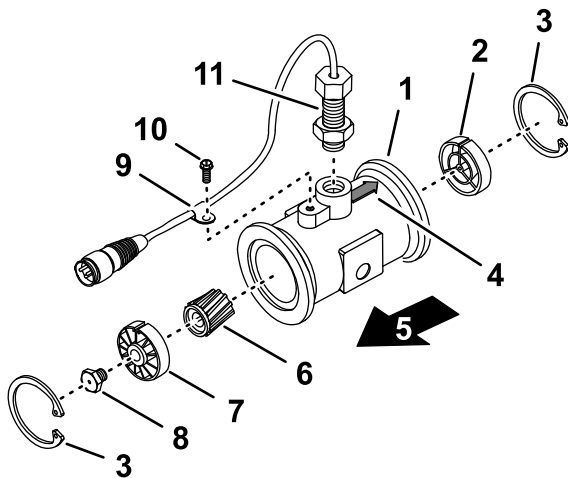

Bild 121
3. Entfernen Sie den Haltering an der vorgeschalteten Seite (Bild 121).